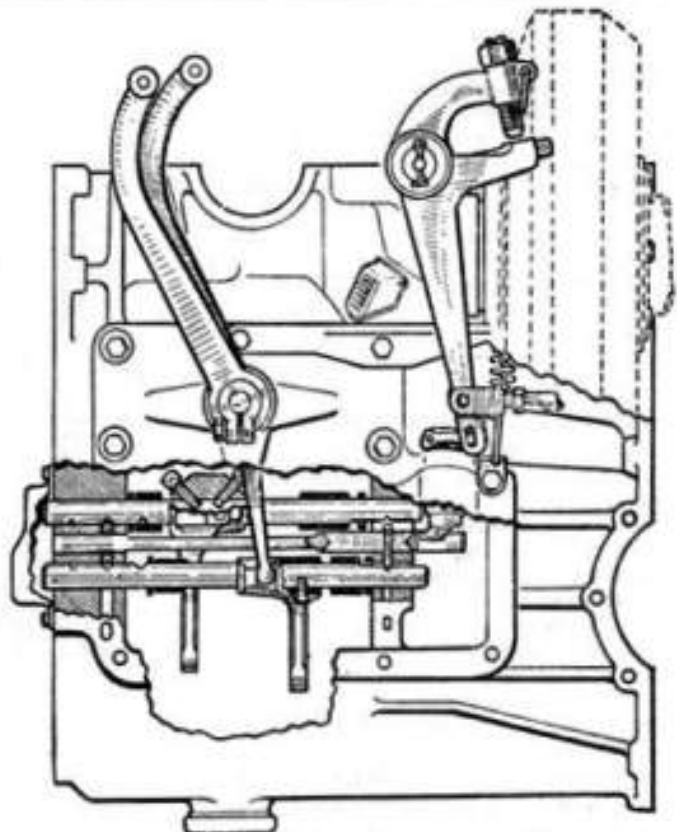

Fig. 9. — Réglage des leviers de commande de la boîte de vitesses.
- Placer la fourchette de 1° et de marche AR dans la gorge du baladeur et la fourchette de 2° et 3° dans la gorge du synchro (fig. 9).
Placer les fourchettes au point mort et enduire d'Hermétique les faces du plan de joint (fig. 9).